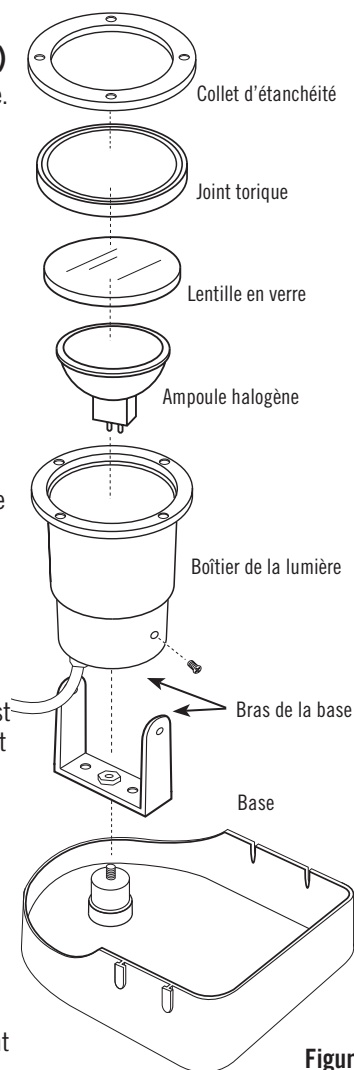

Figure 2
5) Base de la lumière de 50 watts (Fig. 2)